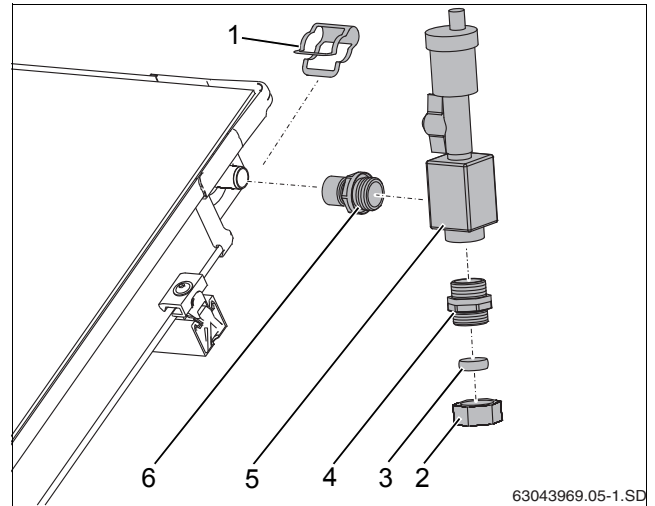

Рис. 60 Подключение воздушного клапана
- ▶ Заверните ниппель (рис. 60, [6]) и двойной ниппель (рис. 60, [4]) в воздухоотборник (с кольцевым уплотнением).
- ▶ Наденьте воздухоотборник (рис. 60, [5]) с ниппелем на штуцер коллектора и закрепите зажимом.
- ▶ Подключить сборную линию к резьбовому соединению с зажимным кольцом (18 мм) (рис. 60, [2]).